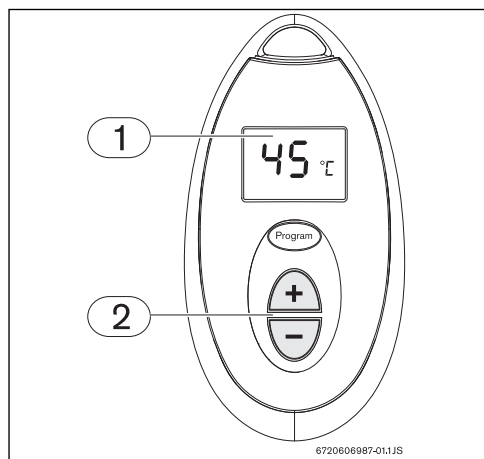

Fig. 27 Réglage de la température
- ▶ Appuyez sur les touches  et  ou dans la télécommande (Fig. 27 ,[pos. 2]) jusqu'à ce que la température est affiché dans l'écran de la télécommande (Fig. 27 ,[pos. 1]).